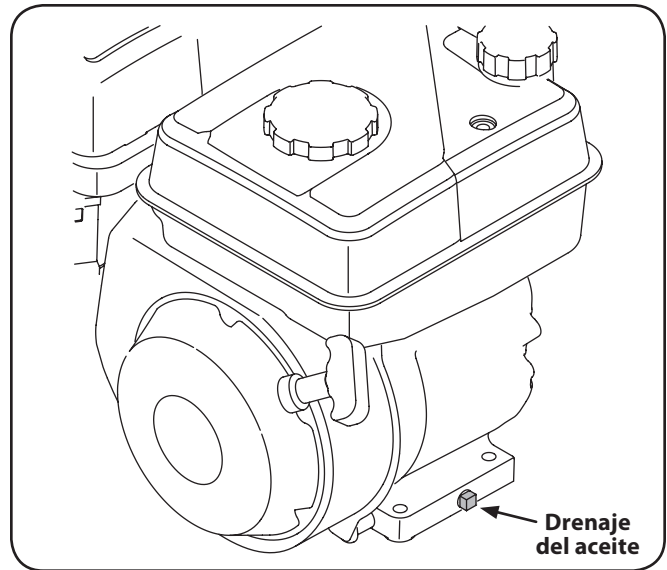

Figura 6-3
6. Saque el tapón de drenaje del aceite. Vea la Figura 6-3.